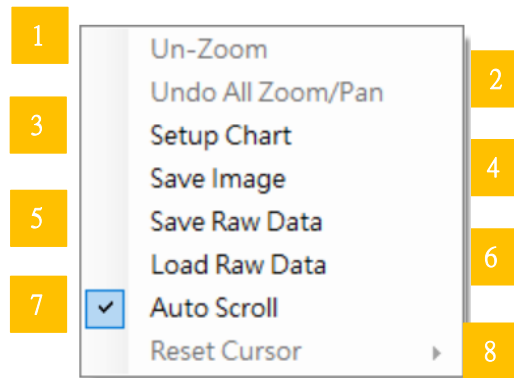

图 9：图表功能选项-详细信息
- (1) 取消缩放：取消或恢复放大图表，将图形恢复到原始大小
- (2) 复原所有缩放/平移：将图形缩放恢复或重置为其默认或原始状态
- (3) 图表数值设置：设置 X/Y 轴值（见下页图 9）
- (4) 保存压力波形：将波形以 jpg. 档案保存到 PC 或笔记型电脑
- (5) 保存原始数据：将图形以 csv. 文件保存到 PC 或笔记型电脑
- (6) 加载原始数据：加载上次保存的图表
- (7) 自动滚动：自动按比例缩小显示整个压力波形
- (8) 重置游标：共有 4 个游标，使用者可以将游标从图形旁边的点拖曳出来，用以查看时间-压力关系的详细信息